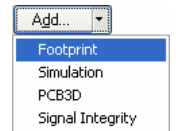

図 13 フットプリント・モデルをコンポーネントに追加
1. *Library Component Properties* ダイアログの **Models** の項目で **Add** ボタンの右側にある小さい矢印をクリックします。そして、の様にリストから **Footprint** を選択します。図 13